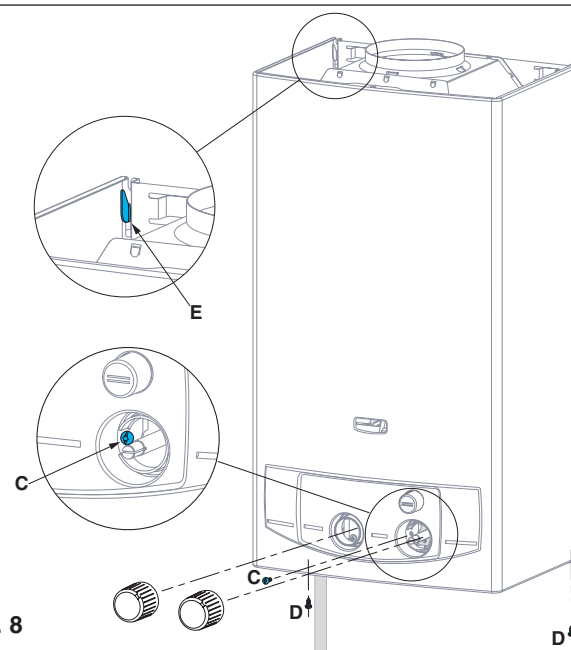

Fig. 8
- Dévisser la vis **C** de fixation du plastron (situé sous le bouton du sélecteur de température) (fig. 8)
- Dévisser les 2 vis **D** de fixation de l'habillage (fig. 8)
- Présenter l'habillage (fig. 8)
- Remettre en place les boutons gaz (23) et réglage de température (22).